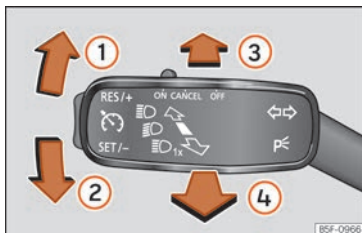

Fig. 131 Palanca de intermitentes y luz de carretera.
- Desplace la palanca ⇨ **fig. 131** hacia arriba ① o hacia abajo ②.
- Presione la palanca ⇨ **fig. 131** hacia delante en el sentido de la flecha ③.
- Las luces de carretera se apagan volviendo la palanca a la posición original en el sentido de la flecha ④.
- Tire de la palanca ⇨ **fig. 131** hacia el volante (punto de presión) en el sentido de la flecha ④.
- Accione la palanca de intermitentes »» fig. 131 »» pág. 132 hacia arriba o hacia abajo – se encienden las luces de posición del lado derecho o izquierdo del vehículo.